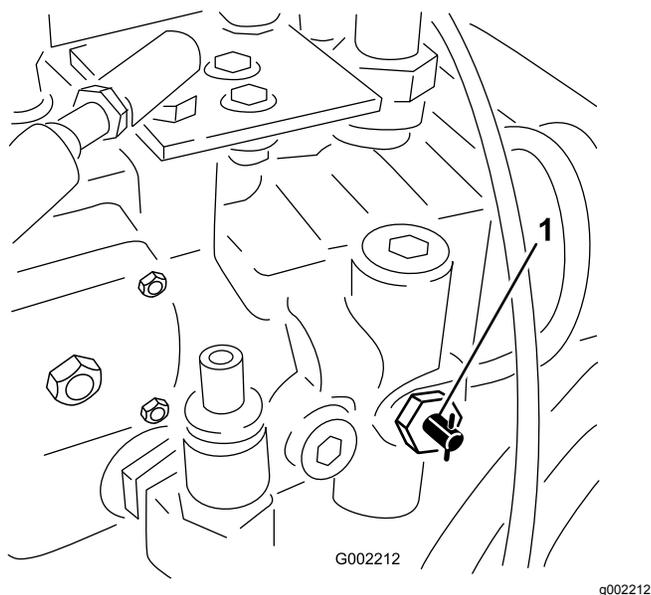

Figura 27
1. Rode a válvula de reboque (Figura 27) 90 graus em qualquer um dos sentidos para abri-la.